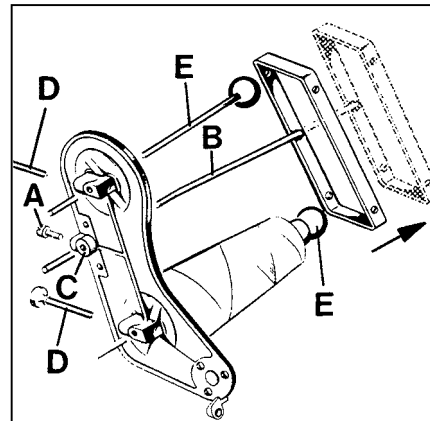

Fig.3
Loosen screw (A, Fig. 3) and set thread rod (B) so that its lower end is flush with the underside of thread cone support (C). Retighten screw (A).
Lösen Sie die Schraube (A, Fig. 3), und stellen Sie die Fadenstange (B) so, daß ihr unteres Ende mit der Unterseite des Garnrollenträgers (C) bündig ist. Ziehen Sie die Schraube (A) wieder an.
Loosen thumb screw(s) (D, Fig. 3) in the thread cone support, pull out the spool pin(s) (E) and remove the empty thread cone(s).
Lösen Sie die Rändelschraube(n) (D, Fig. 3) im Garnrollenträger, ziehen Sie den (die) Spulstift(e) heraus und entfernen Sie die leere(n) Garnrolle(n).